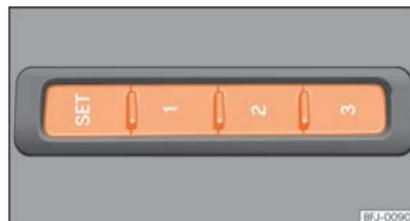

Fig. 122 No lado exterior do banco do condutor: botões de memória.
- Pressione o botão **SET** durante mais de 1 segundo »» Fig. 122.
- Mantenha pressionado o botão **SET** »» Fig. 122.